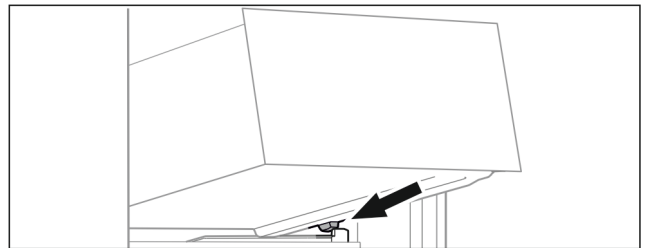

Fig. 67
- ▶ Schubfach schräg hinter den Stoppfern auf Behälterrippe aufsetzen. (siehe Fig. 67)